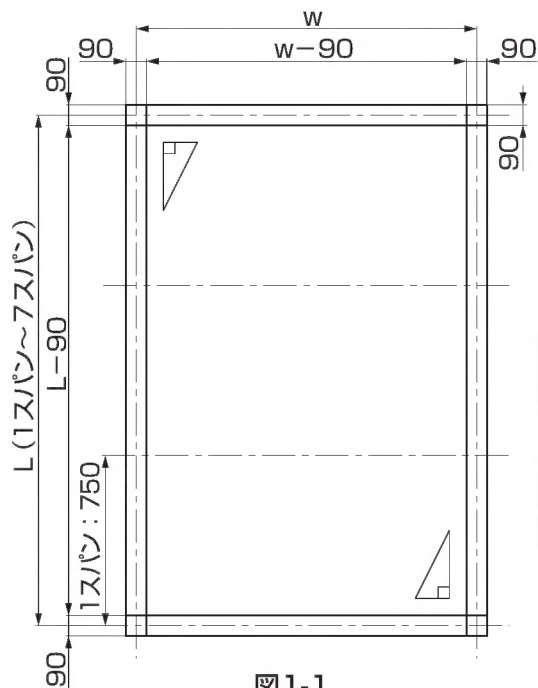

図1-1
- フレーム施工の寸法、直角がでていることを確認してください。（図1-1、表1-1、1-2参照）